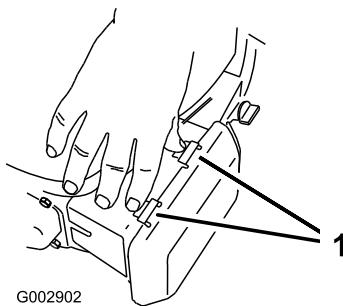

Figura 36
- Presione hacia abajo los cierres de la parte superior de la tapa del limpiador de aire (Figura 36).